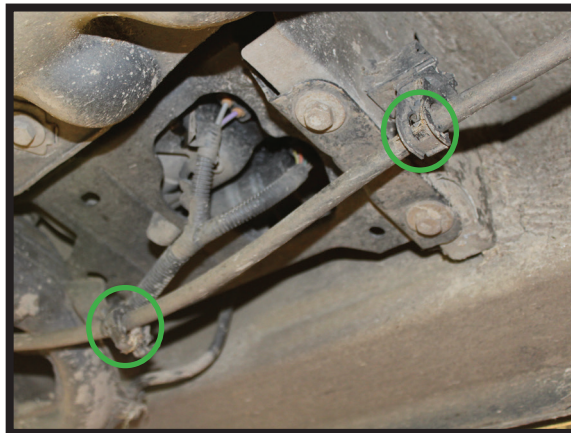

FIGURE 1
4. DISCONNECT THE HANDBRAKE LINE CLIPS. (FIGURE 1)